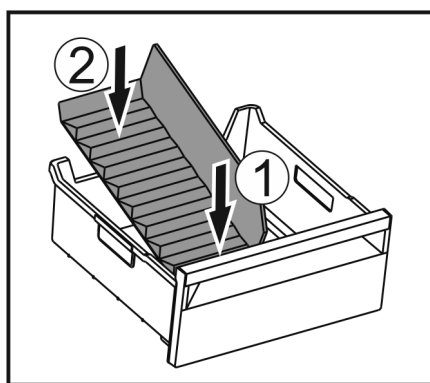

Fig. 142
- ▶ 装入冰格分隔器前部。 Fig. 142 (1)
- ▶ 将冰格分隔器后部放低至抽屉底板。 Fig. 142 (2)